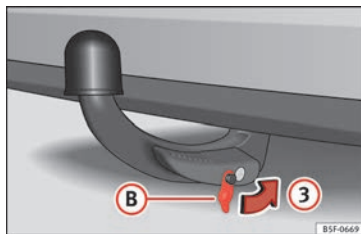

Fig. 231 Colocar la tapa sobre la cerradura
- Coloque la tapa **B** en la cerradura en el sentido de la flecha **3** » » fig. 231 » » **ⓘ**.